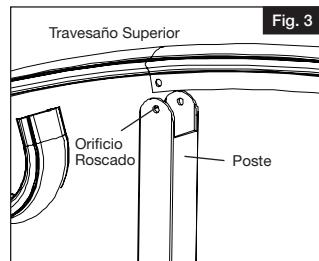

Fig. 3
- Insertar los extremos del travesaño superior en la parte superior de cada poste y comprobar que los orificios en el travesaño queden alineados con los orificios en el poste (Fig. 3).